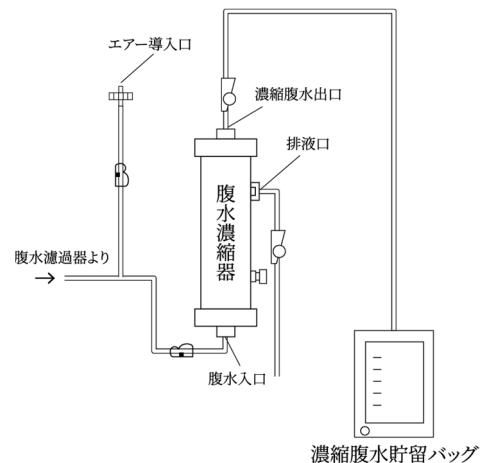

図 2 落差式の回路図（例）
- ①腹水濾過器の添付文書に従い、腹水濾過を開始する。
- ②排液口に接続した回路のクランプを開け、本品の腹水入口側の流量と濃縮腹水出口側の流量の比率を、クランプ(図 2)の操作により調整し、落差によって腹水を濃縮する。